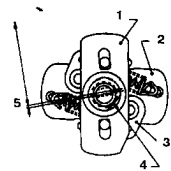

Рис. 4.5 Правильное положение установки бегунка на ось (См. Раздел 4)
17. Установите вырез на бегунке по отношению к канавке на оси так, как показано на Рис. 4.5.